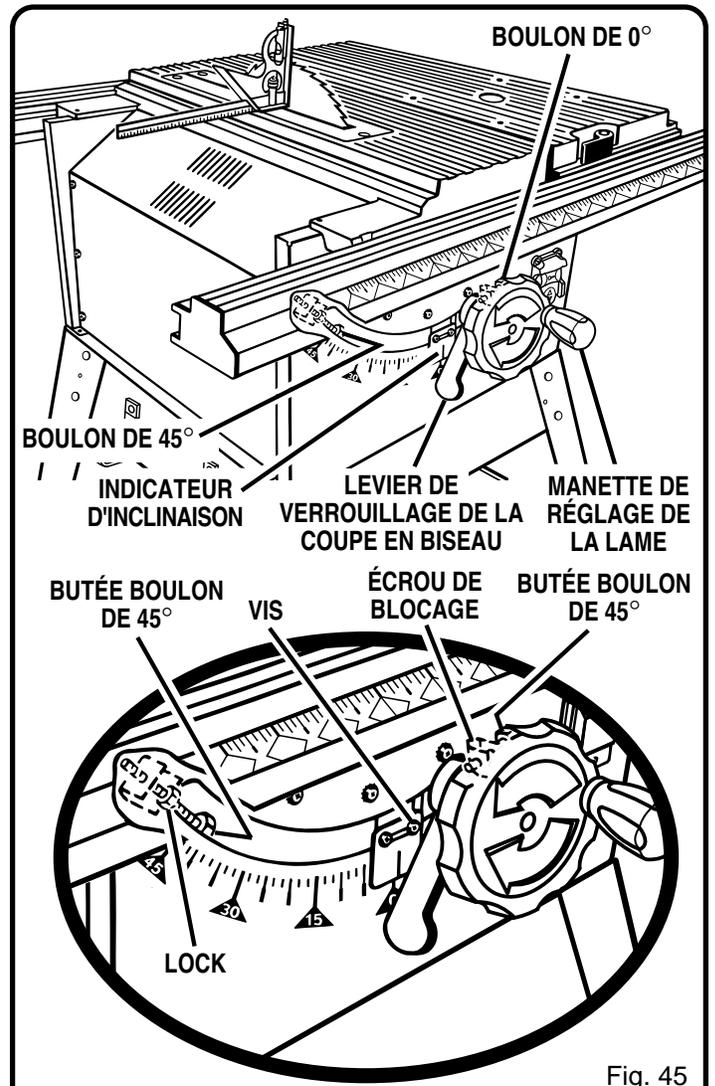

Fig. 45
Voir figure 45.
- Si la lame n'est pas parfaitement verticale (0°) desserrez l'écrou de blocage de 0° à l'intérieur du bâti, positionnez la lame et resserrez l'écrou de blocage. Voir l'insert de la figure 45. Si l'indicateur d'inclinaison n'est pas à 0°, réglez-le avec les deux vis au-dessus de la fente, à côté de la manette de réglage de la lame.
- Si la lame n'est pas exactement à 45°, desserrez l'écrou de blocage de 45° à l'intérieur de la caisse, réglez la lame et resserrez l'écrou de blocage. Voir l'insert de la figure 45.